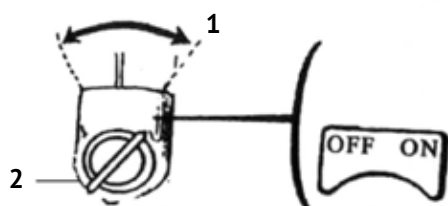

рис. 3
- перевести выключатель зажигания (рис.3 поз.2) в положение „ON“ – включено;
- выключатель зажигания (рис.3) поставить в положение „OFF“ – выключено;